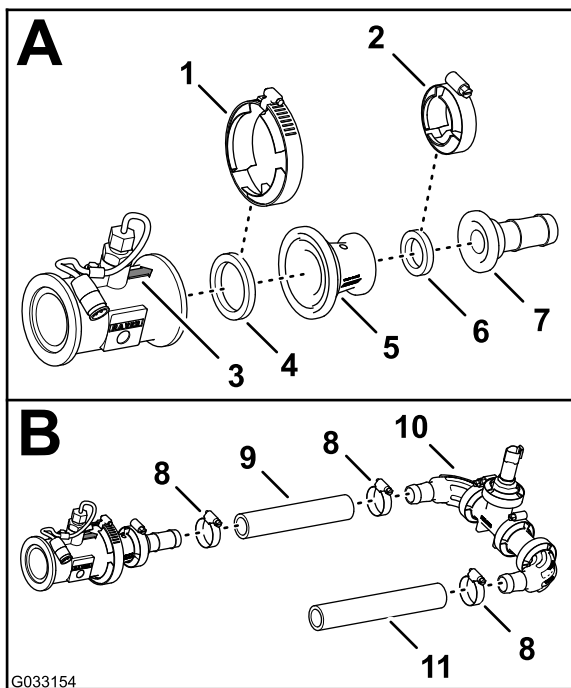

Figure 83
1. Alignez le joint (2-1/4") et l'adaptateur réducteur que vous avez retirés à l'opération 4 de Dépose du tube de raccordement et de l'adaptateur réducteur \(page 25\) et le bout du débitmètre indiqué par la flèche (Figure 83).
2. Fixez le débitmètre et le joint (diamètre ext. 2-1/4") à l'adaptateur (Figure 83) avec un collier bride (76 mm) que vous avez retiré aux opérations 2 et 3 de Dépose du tube de raccordement et de l'adaptateur réducteur \(page 25\).
3. Alignez le joint (2-1/4") et le raccord cannelé de flexible au bout de l'adaptateur réducteur (Figure 83).
4. Fixez le raccord à bride cannelé, le joint et l'adaptateur réducteur (Figure 83) avec un collier bride (51 mm).
5. Montez le flexible (1 x 7-1/4") sur le raccord à bride cannelé et le raccord coudé cannelé du transducteur de pression et du collecteur, comme montré à la Figure 83.
6. Fixez le flexible et les raccords cannelés au moyen de 2 colliers (Figure 83).
7. Montez le flexible (1 x 8-1/2") sur l'autre raccord coudé cannelé du transducteur de pression et du collecteur, comme montré à la Figure 83.
8. Fixez le flexible et le raccord cannelé au moyen d'un collier (Figure 83).